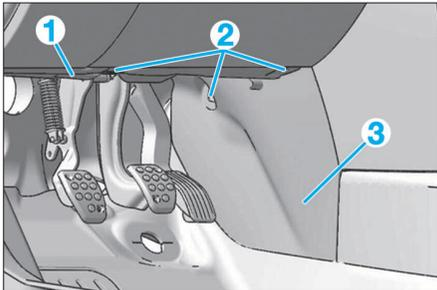

FIG. 18
- Déposer les agrafes (2), puis la protection (1) (Fig.18).